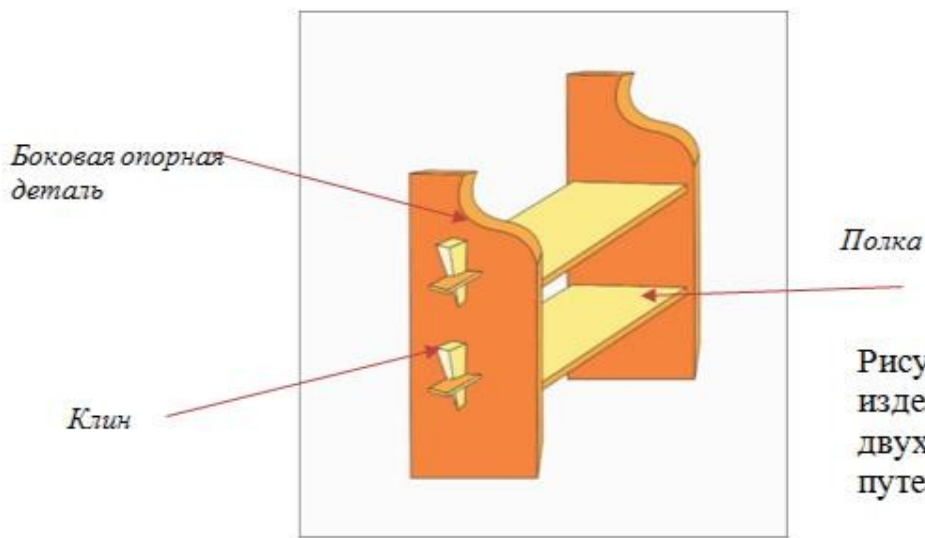
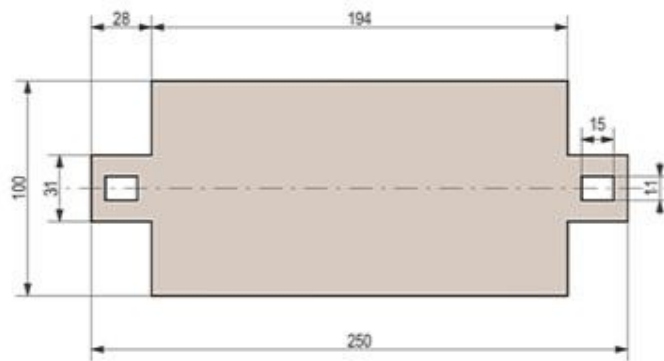

Рисунок 1 – Вариант образца изделия «Разборная двухъярусная полочка для путешествий» (модель)
Рисунок 2 – Полка
2) Размеры детали **Клин** (см. рис. 1) участник олимпиады определяет, исходя из размеров прямоугольного отверстия на рис.2, учитывая главное предназначение клинового соединения – прочную фиксацию деталей, что обеспечит плотность соединяемых деталей.